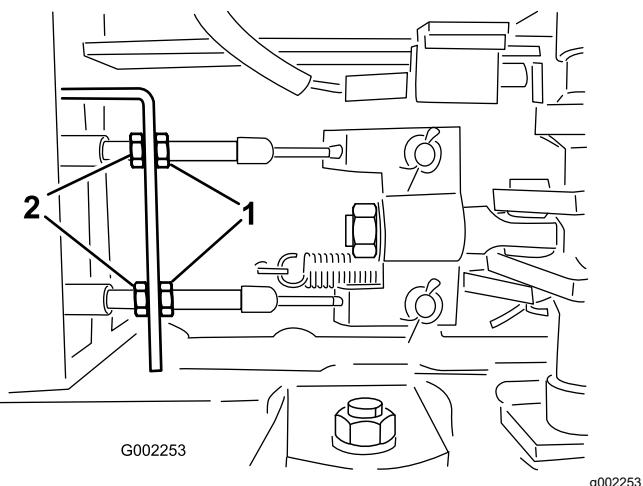

Figure 93
- Desserrez les écrous de blocage avant sur les câbles de frein, sous l'extrémité avant du pulvérisateur (Figure 93).
- Serrez les écrous de blocage arrière uniformément jusqu'à ce que la pédale s'enfonce de 1 à 2 cm avant que vous sentiez une résistance (Figure 93).